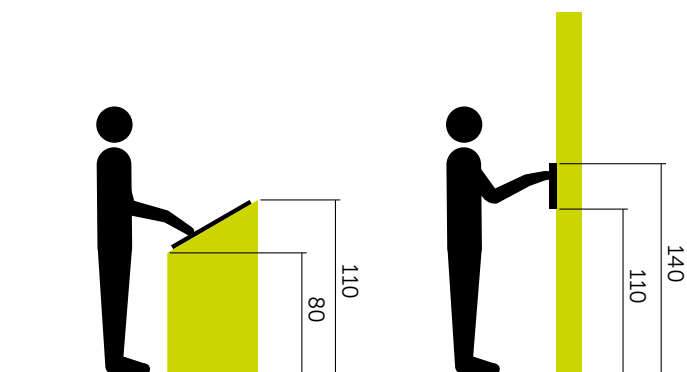

fig 26 Bediening met voelbare tekst op een prettige hoogte. DBSV_Profilschrift is een speciaal voelbaar lettertype dat geschikt is voor deze toepassing.
- Knoppen, eventueel met voelbare tekst, op een horizontaal tot 30° schuin vlak. Hoogte tussen de 800 en 1100 mm. (fig 26)